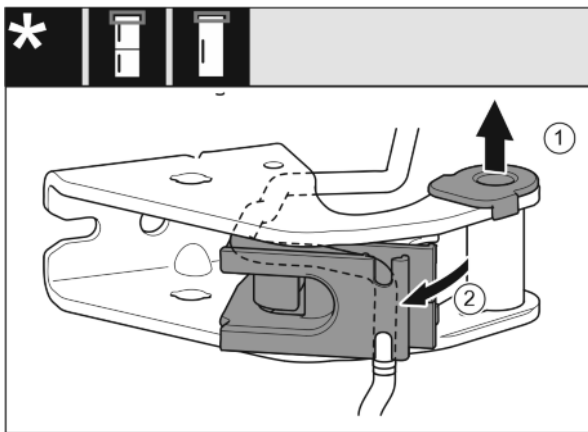

Fig. 21
- ▶ Витягніть із прямої опорну втулку. Fig. 21 (1)
- ▶ Поверніть вбік тримач кабелю. Fig. 21 (2)